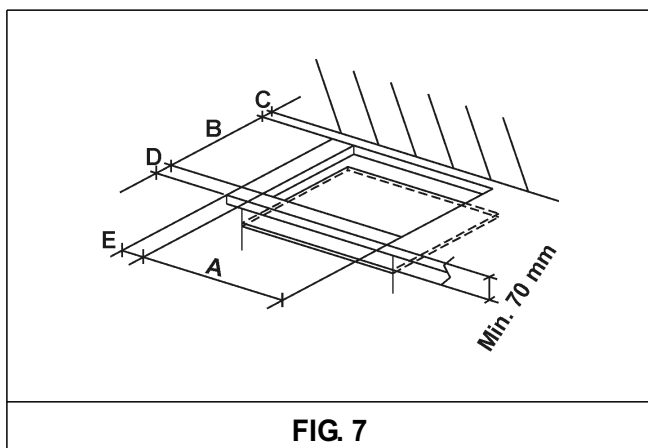

FIG. 7
No tampo do móvel componível, é necessário fazer uma abertura para o encaixe com as dimensões indicadas na fig. 7, certificando-se de que sejam respeitadas as dimensões críticas do espaço no qual o aparelho deve ser instalado (ver as figs. 7 e 8).
- Para evitar possíveis contatos acidentais com a superfície da caixa da placa sobreaquecida durante o respectivo funcionamento, é necessário aplicar uma separação de madeira fixada por parafusos a uma distância mínima de 70 mm do tampo do móvel (fig. 7).